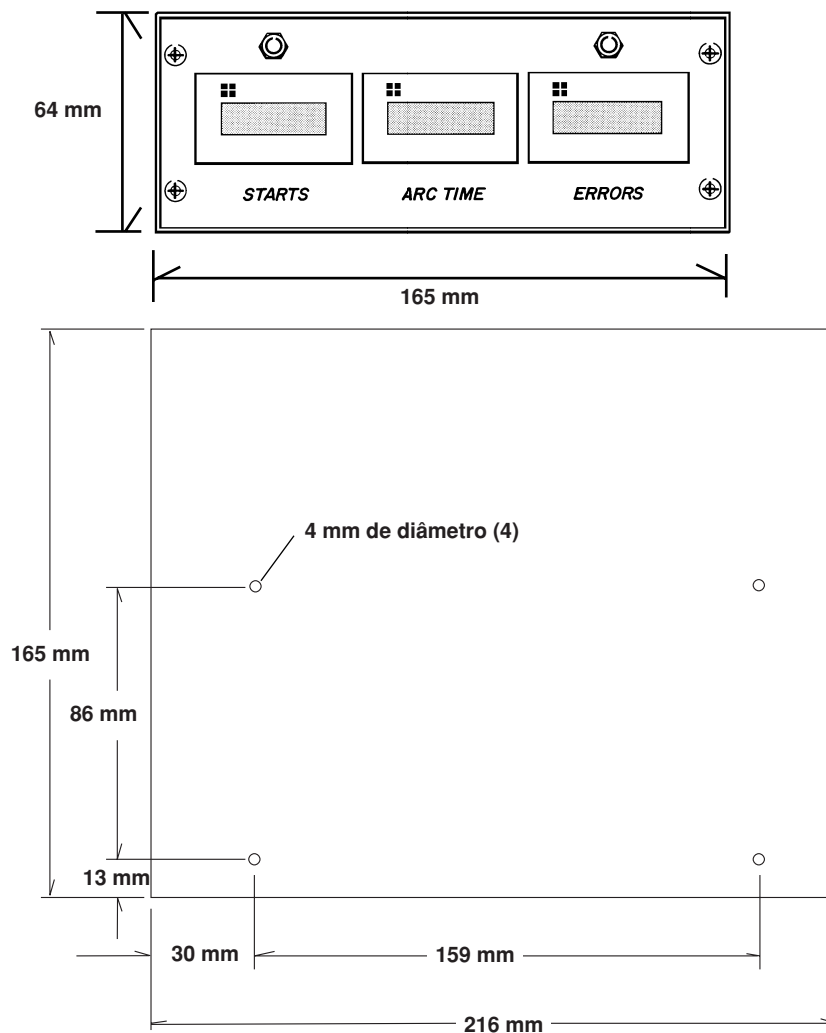

Figura b-1 Dimensões e orifícios de montagem para temporizador-contador
1. Monte o temporizador-contador de forma a ter fácil acesso. Veja as dimensões na Figura b-1. Para a montagem fixa do temporizador-contador, quatro orifícios de montagem estão localizados no fundo.